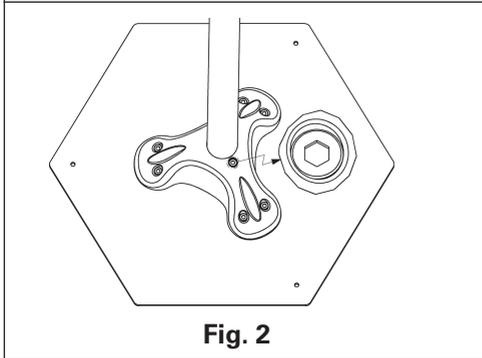

Fig. 2
2. Enfie o tubo na base e aperte o parafuso até o tubo quedar firmemente fixado (fig. 2).